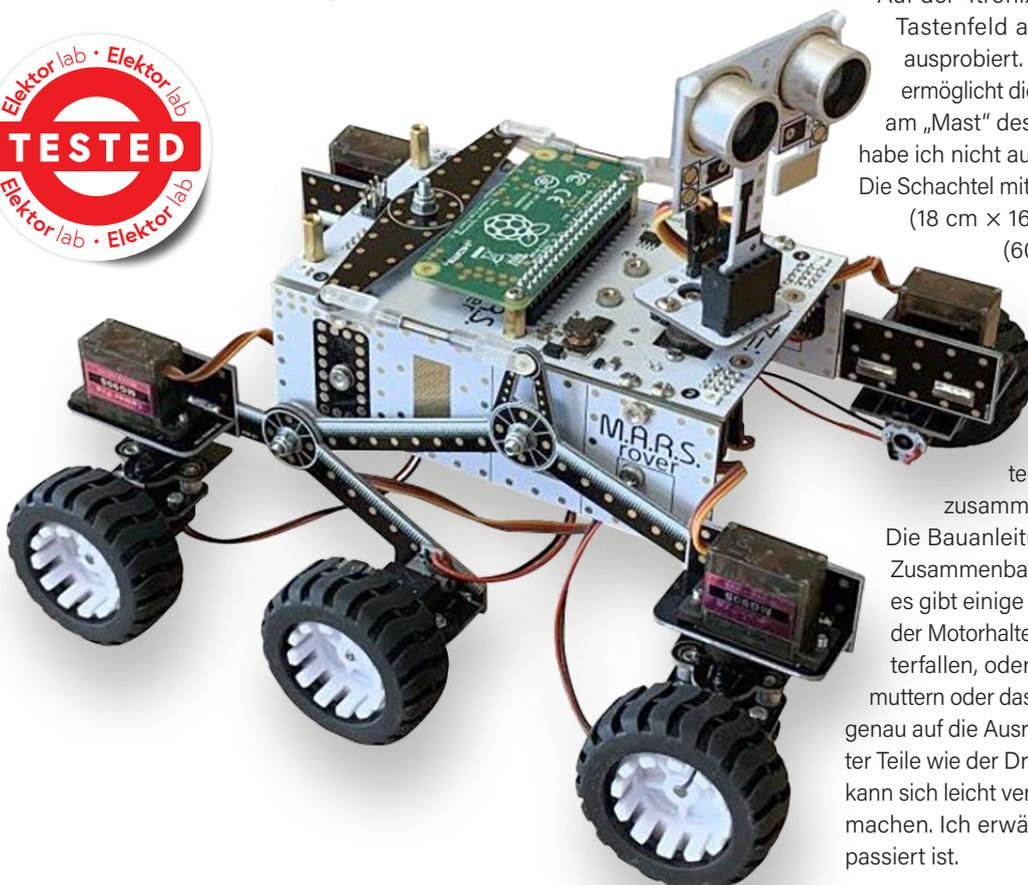

Bild 1. Bringen Sie Ihre eigenen Schraubendreher mit.
- Besorgen Sie sich ein paar „richtige“ Schraubendreher (**Bild 1**)